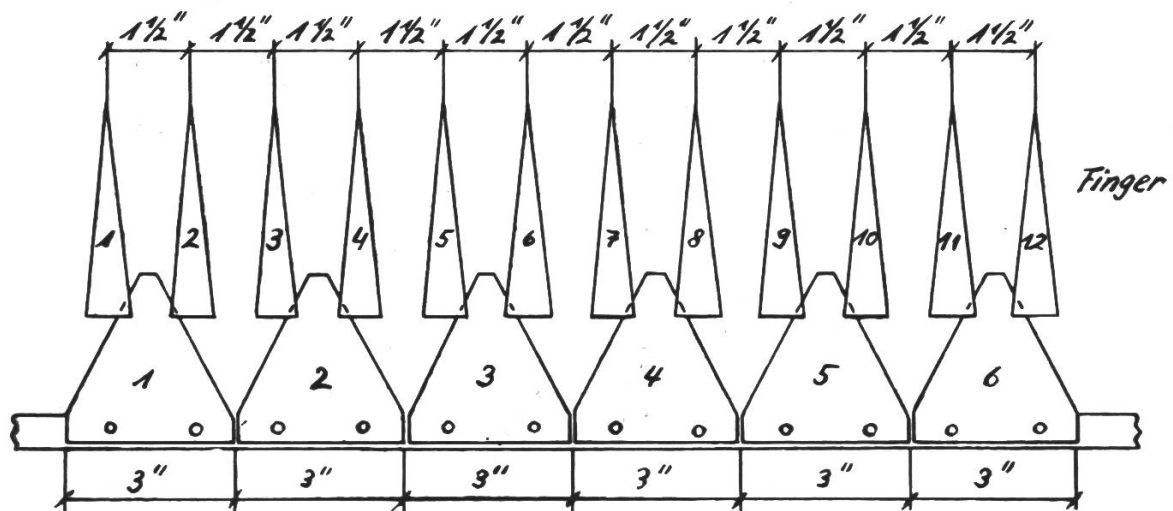

Abb. 3
3. Klinge zwischen dem 5. und 6. Finger (siehe Abb. 3).